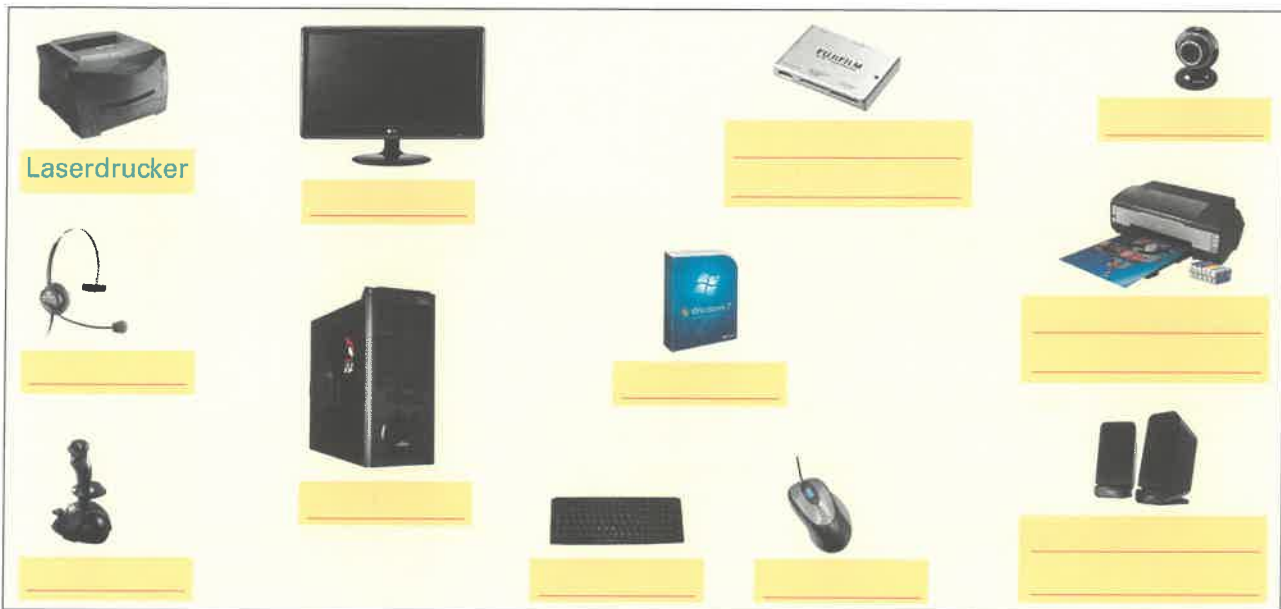

Bild 2: Bestandteile eines Computersystems
1. Bezeichnen Sie in Bild 2 die noch nicht benannten Bestandteile eines Computersystems.